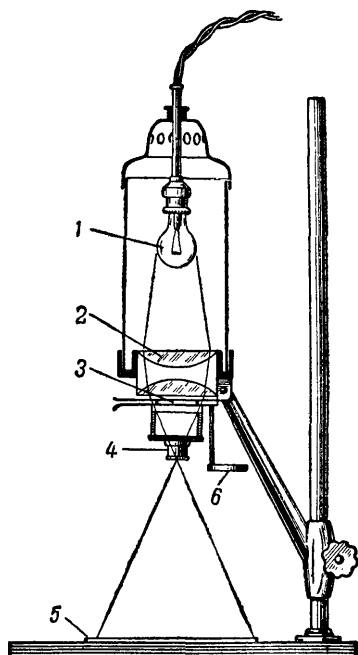

Рис. 11. Схема увеличительного аппарата:
В таких случаях прибегают к увеличению снимка. Увеличитель для фотоснимков сделан точно так же, как проекционный фонарь, и если читатель знаком с устройством последнего, то понять устройство увеличителя совсем нетрудно. На рис. 11 изображён схематический разрез увеличительного аппарата. В жестяном корпусе находится электролампа (1), свет от которой проходит через две большие плосковыпуклые линзы (2) — так называемый конденсор. Непосредственно за конденсором помещается в специальной рамке (3) плёнка, содержащая негативы, предназначенные для увеличения.